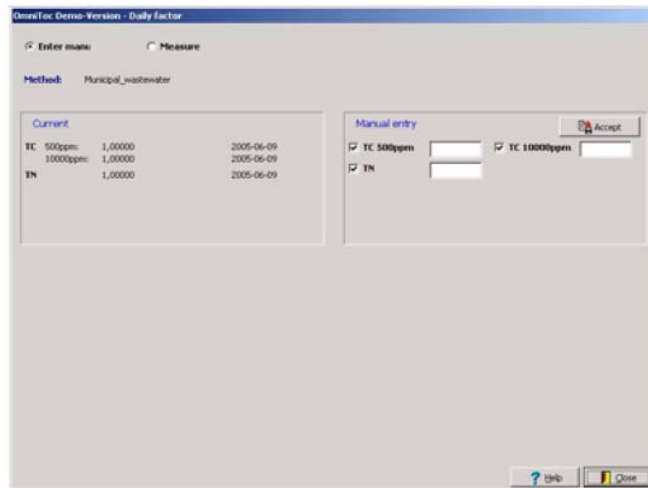

图50 Daily Factor（日因子）窗口——Manual Input of Daily Factor（日因子的手动输入）
2. 在**Daily factor**（日因子）窗口（图50），选择**Enter Manually**（手动输入）。
2. 在Daily factor（日因子）窗口（图50），选择Measure（测量）。